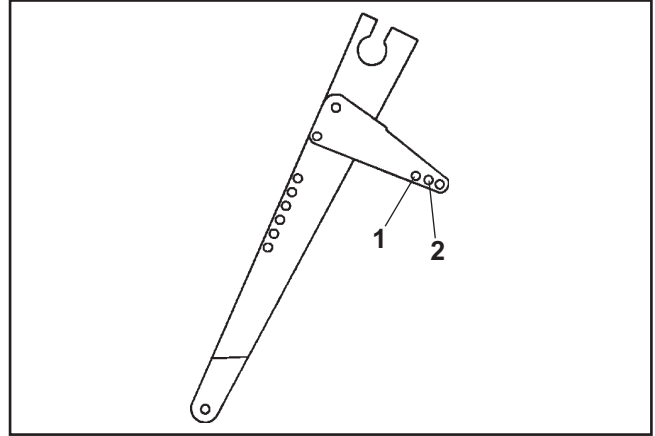

Figure 11-89. CS4, CS6. Position du trou du ressort.
2. Connecter le ressort du régulateur au bras du levier du régulateur et dans la fente dans le levier d'accélérateur. Voir les figures 11-89, 11-90 et 11-91 selon le numéro de modèle pour le montage correct, si nécessaire.